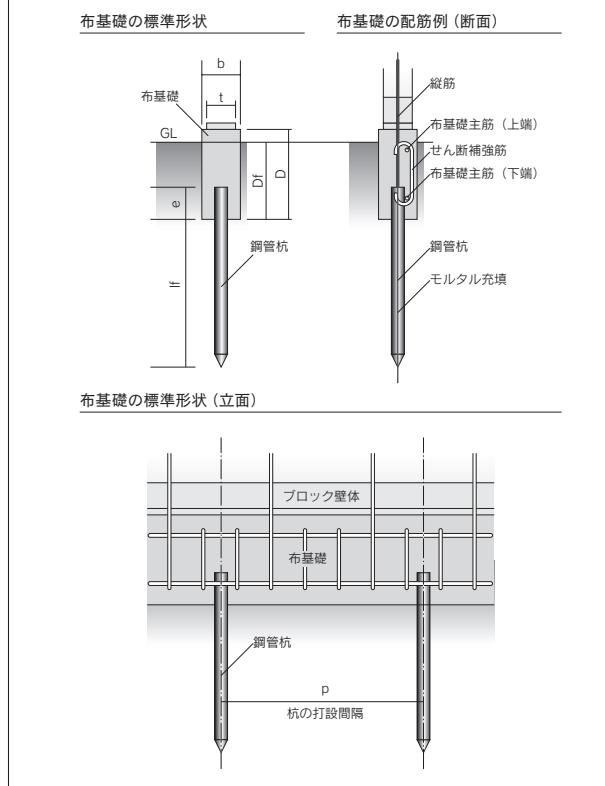

図3 鋼管杭基礎の標準形状および配筋
②基礎の配筋
- ①ブロック壁体、控壁および平門柱の布基礎は上下に各D10以上の主筋を配置した複筋梁とする。
- ②布基礎には、D10以上のあら筋を500mm以下の間隔で配置し、主筋に180°フックでかぎ掛けする。
- ③基礎スラブ部分のベース筋は、D10以上の鉄筋を500mm以下の間隔で配置し、その先端にD10以上の配筋筋を配置する。
- ④L形基礎のあら筋およびベース筋は、D10以上の鉄筋をL形に曲げて配置することができる。
- ⑤控壁、控柱ならびに門柱の主筋は、基礎に定着させる。
- ⑥控壁、控柱ならびに門柱の基礎と接合するブロック壁体の布基礎の主筋は、通し配筋とするか、それらの基礎に定着させる。
- ③鋼管杭基礎工法
- ①杭に使用する鋼管はJIS A 8951(鋼管足場)に規定される単管足場用鋼管で外径が48.6mm、厚さ2.5mmで亜鉛メッキされているもの、およびそれと同等以上のものとする。
- ②布基礎は鉄筋コンクリート造とし、その形状および杭の配置は下記、表5、表6ならびに図3による。
- ③杭の打設に際し、杭先端にパイプ用キャップを取り付け、鋼管内に土が入らないようにする。
- ④鋼管の内部にはモルタルを充填する。充填モルタルの調合はセメント/砂容積比が1/2程度で、流動性に富むものとする。
- ⑤打設に先立ち、試験杭で貫入抵抗を確認し必要長さを決定する。
- ⑥布基礎の配筋は前項の規定による。